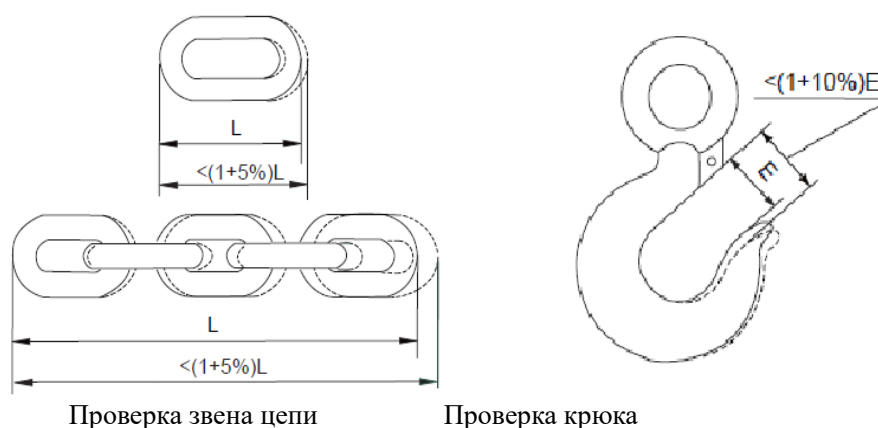

Рис. 14-16 Проверка цепи и крюка
- Растягивание цепи и кольца не должно превышать 5% от первоначальной длины (рис. 14-16);
- Степень открытия зева крюка увеличивается на 10% по сравнению с исходным размером (Рис. 14-16).